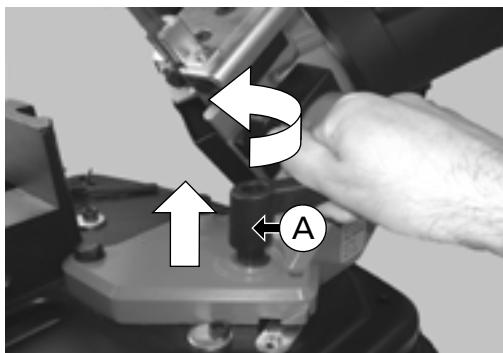

Fig. 19
Levante o manípulo (A) - (Fig. 19) e rode-o na direcção indicada para o soltar.
Elementos das Fig. 19 - 20